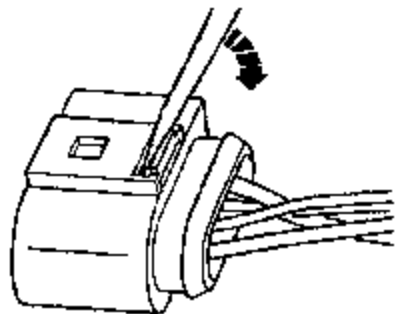
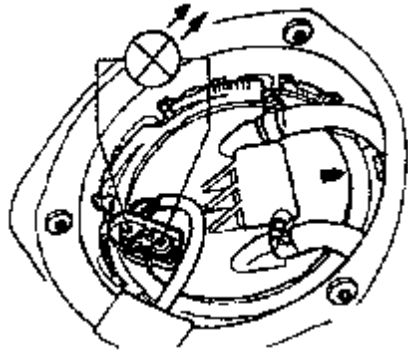

图 4-178 松开 4 芯插头
图 4-179 连接二极管测试灯
(1) 从行李舱底板装饰板下拆下燃油箱法兰盖。
(2) 对于四轮驱动轿车, 拆卸后排座椅座垫, 从后排座垫 (右侧) 下面拆下油箱法兰盖。
(3) 使起动机短时运转, 应能听到燃油泵运转声, 关闭点火开关。若燃油泵运转, 用 V.A.G1466 检查燃油泵继电器是否接通。若燃油泵不运转, 松开 4 芯插头 (图 4-178 箭头所示) 并拆下。用 V.A.G1594 的辅助电缆将二极管测试灯接到插头的外触头上 (图 4-179)。连接遥控器 V.A.G1348/3A 及连接电缆 V.A.G1348/3 并操纵遥控器。测试灯应亮